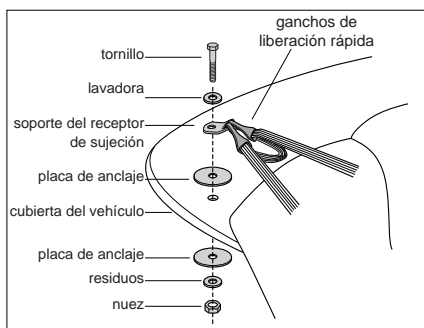

Figura 1: Anclaje sobre una plataforma
3. Cortar el hule espuma en un medio círculo usando la dimensión en la figura 1. Pegar el hule espuma de nuevo en el asiento.